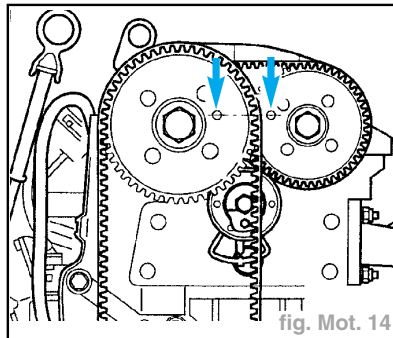

fig. Mot. 14
- Les alésages de blocage aménagés dans les pignons des arbres à cames doivent coïncider (flèches) avec les alésages d'ajutage dans le carter d'arbres à cames (fig. Mot. 14).